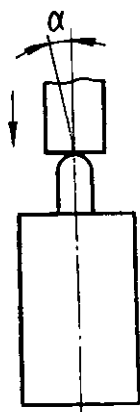

Рис. 1.
3. Выключатели с приводом *толкатель* (рис. 1) предназначены для работы с толкающим упором.